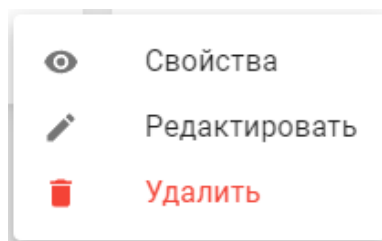

Рисунок 54 — Меню действий с файлом
4. Действия с файлом (4 на рисунках 51, 52). При нажатии на кнопку  вызывается меню действий с файлом (рисунок 54) предоставляющее следующие возможности: